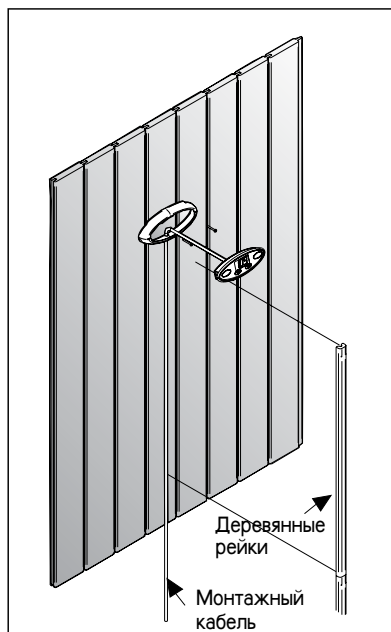

Рисунок 12. Установка панели управления
Поскольку панель управления работает от низкого напряжения и защищена от брызг, ее можно установить практически в любое место. Если панель устанавливается в помещении сауны, то она должна находиться не ближе минимального безопасного расстояния от каменки и не выше одного метра. (м.рис. 12.) Панель можно закрепить
прокладки кабелей, то кабель, ведущий к панели управления, можно скрыть в стене. В противном случае монтаж следует производить по поверхности стены. См. рис. 12. Сигналы, передаваемые панелью управления, являются слаботочными сигналами. Поэтому панель безопасна при установке на основание из любого материала.
5. При необходимости монтажный кабель можно закрыть деревянными рейками (3 шт). См. рис. 12.